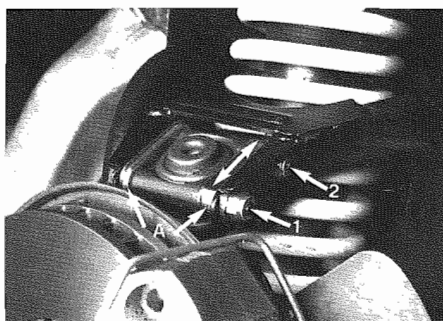
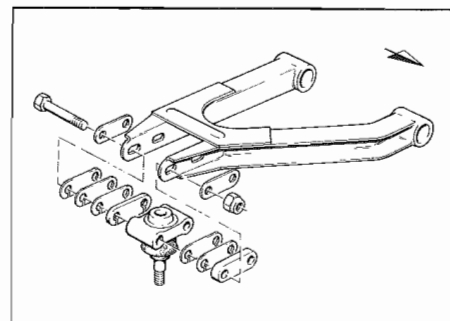

Fig. 24 - Registrazione - 1/2 Dadi
Fig. 26 - Registrazione-incidenza
- Allentare i dadi 1 e 2 di Fig. 24.
Registrazione: Si effettua variando la posizione degli spessori A di Fig. 24. Posizione standard più comune (Fig. 26).
- Loosen nuts 1 and 2 Fig. 24.
Adjustment: Is made by modifying the position of spacers A of Fig. 24. Most common standard position (Fig. 26).